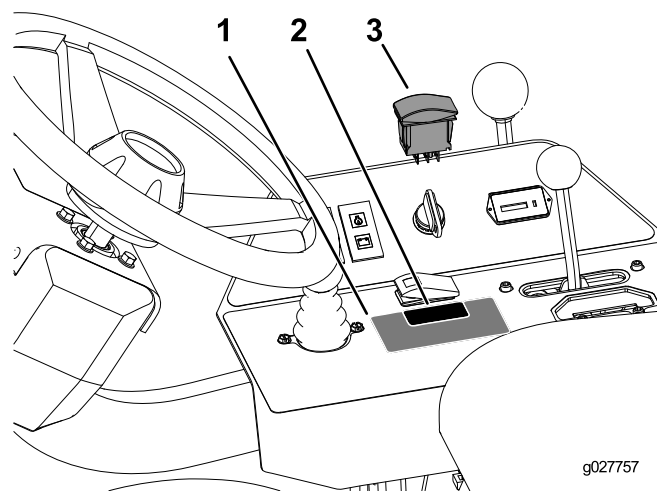

Рисунок 9
2. Снимите пластмассовую заглушку и установите переключатель, как показано на Рисунок 9.
3. Для моделей, изготовленных до 2015 г.: Прикрепите наклейку к панели управления, как показано на Рисунок 9.